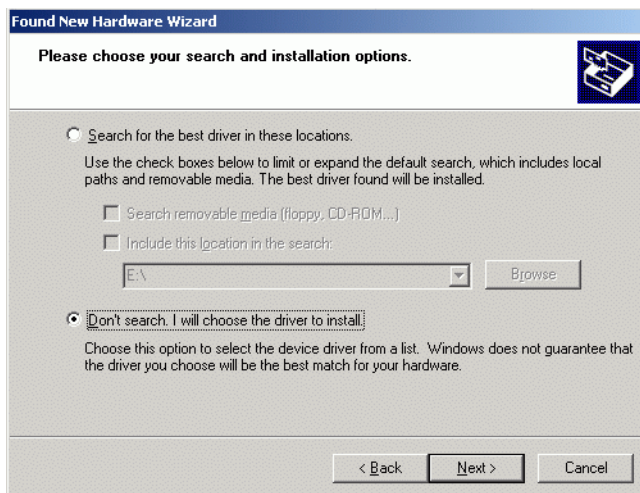

図 33 Hardware Wizard : インストールの選択
- 2 次のウィザードダイアログ 図 33 で **Don't search. I will chose the driver to install.** を選択した後、**Next** をクリックします。